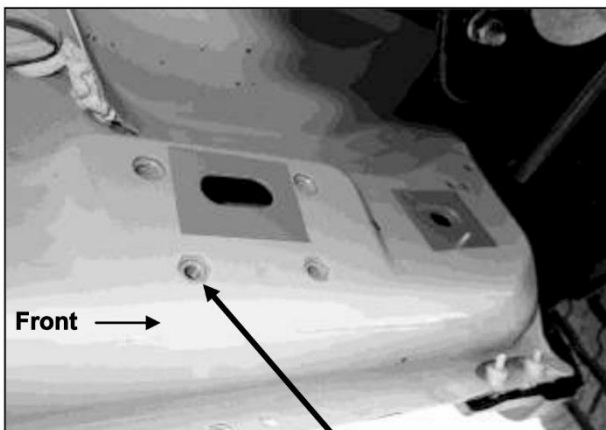

Bild 9
- Befestigen Sie die Halterung für vorne an den Gewindeeinsätzen. Verwenden Sie hierfür (2x) 8mmx30mm Sechskantschraube, (2x) 8mm Sicherungsscheibe und (2x) 8mm U-Scheibe (**Bild 9 & 10**). Ziehen Sie die Schrauben nur handfest an!